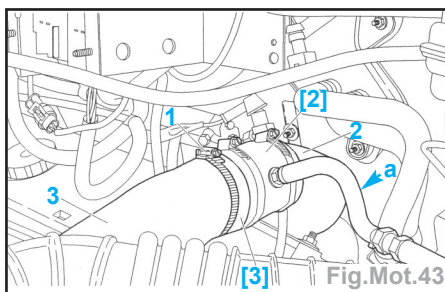

Fig.Mot.43
- Déposer le collier (1) (Fig.Mot.43).